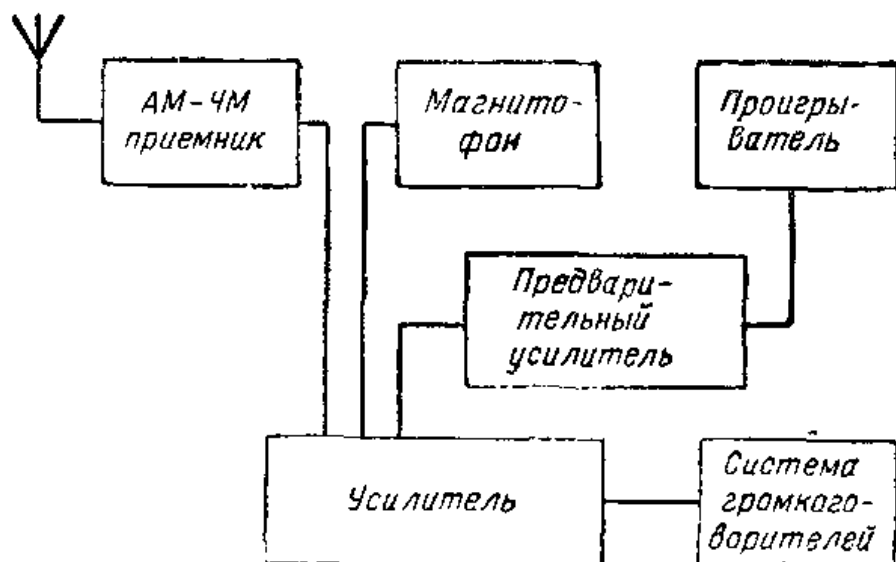

Рис. VI.90. Блок-схема системы высококачественного воспроизведения звука.
**Усилители с высоким качеством звучания.** Диапазон слышимых звуковых частот простирается от 20 до 20 000 гц. Для получения высокого качества звучания может потребоваться усилительная аппаратура, способная без искажений воспроизводить звуки во всем диапазоне звуковых частот. Как видно из блок-схемы рис. VI.90, система высококачественного воспроизведения может состоять из ряда отдельных блоков. Так как выходные характеристики системы определяются характеристиками входящих в нее блоков, эти блоки должны обладать достаточно широкополосными частотными характеристиками.